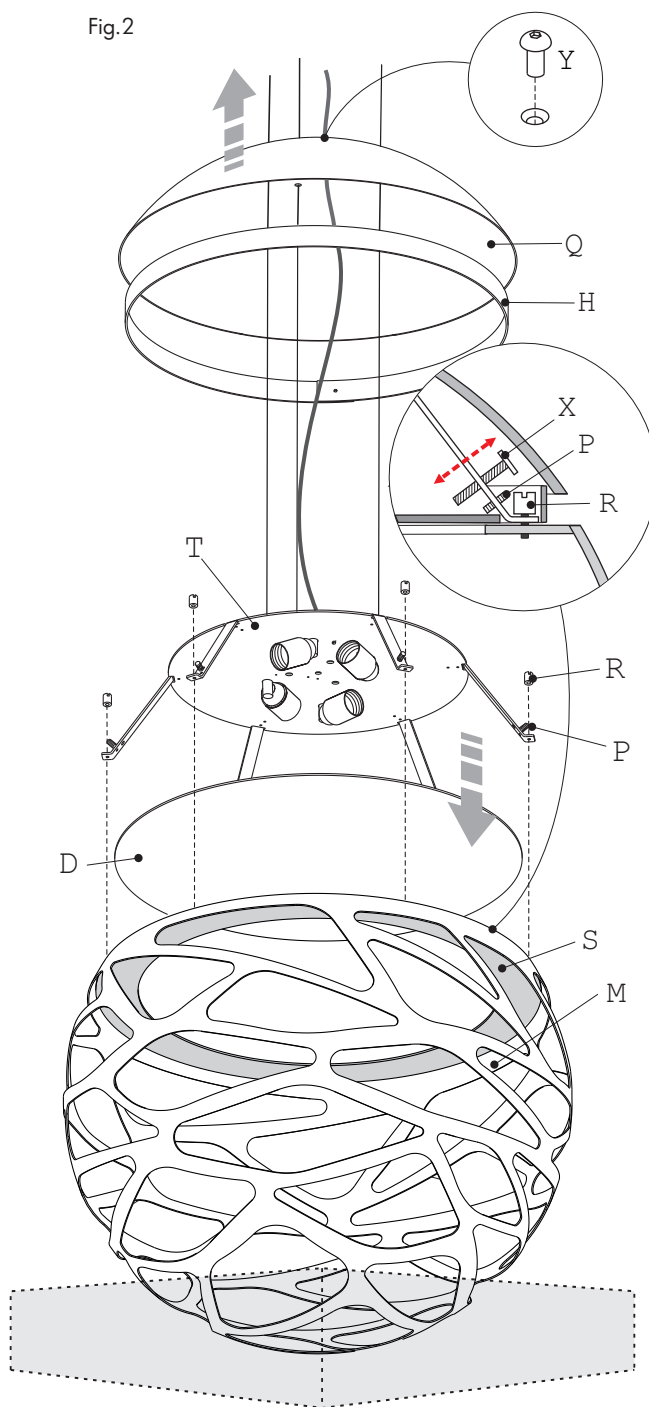

Fig.2
- 2) Estrarre dalla scatola il tampone in polistirolo ed appoggiarlo rovescio su di una superficie piana per poterlo poi usare come base d'appoggio per la lampada (Fig. 2)
- 2) Remove the upper half of the polystyrene packaging from the box and place it upside down on a flat surface to use it as a base stand for the fixture (Fig. 2)